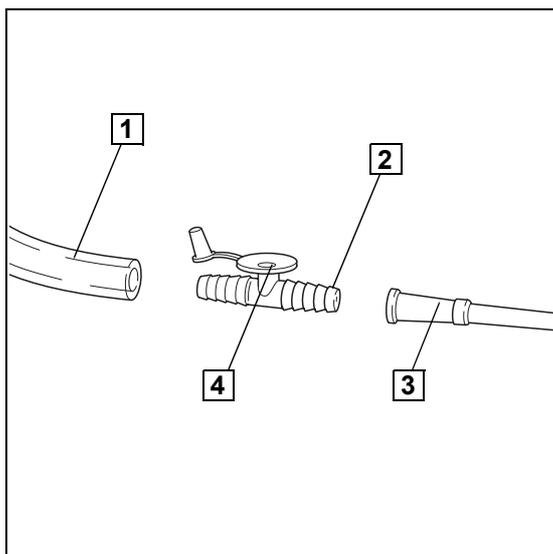

Fig. 27: Anwendungsteil anschließen
- Absaugkatheter und Fingertip vom Saugschlauch entfernen (►► Fig. 27) und ordnungsgemäß entsorgen.